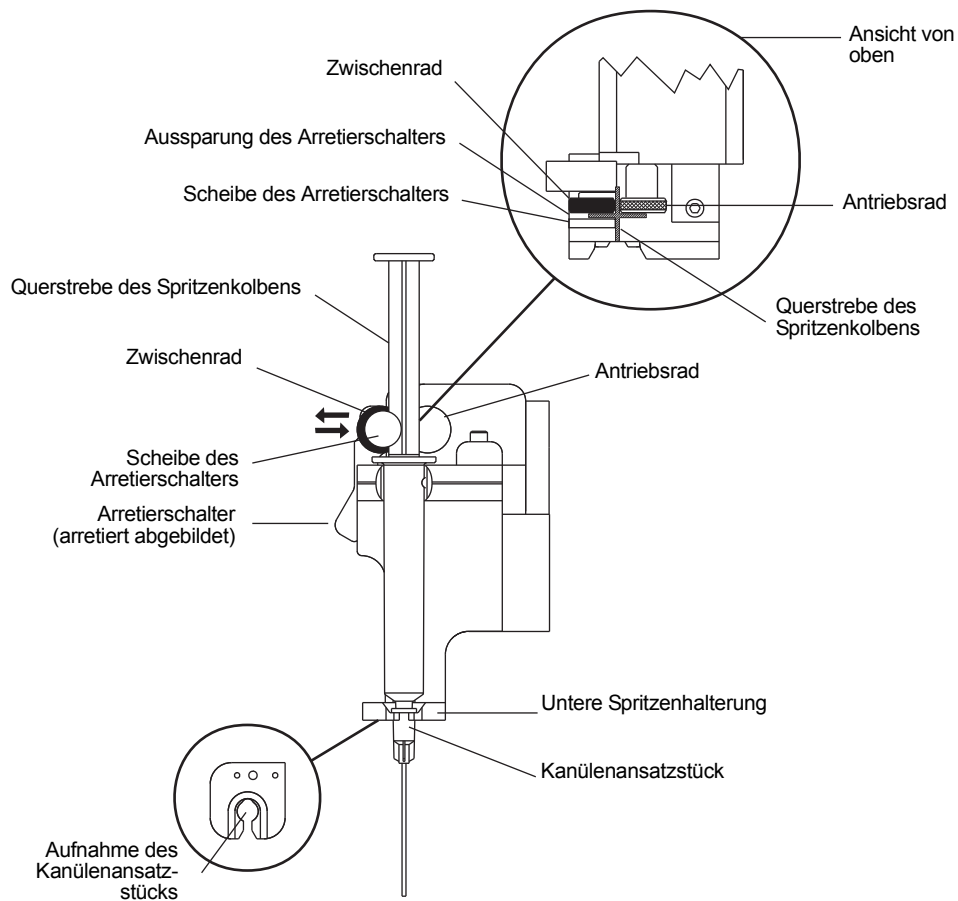

Abbildung 5-5. Einlegen der Spritze
Warnhinweis: Das Einlegen der Spritze ist sehr wichtig für die erfolgreiche Durchführung eines Tests. Bei nicht ordnungsgemäßem Einlegen der Spritze in den Spritzenhalter kann eine uneinheitliche Probenverteilung eintreten. Die Abgabe eines ungenauen Blutvolumens hat direkten Einfluss auf das Testergebnis. Beim Einlegen der Spritze in den Spritzenhalter muss der Spritzenkolben so ausgerichtet werden, dass er vom Antriebssystem erfasst werden kann. Der Arretierschalter (wenn arretiert) greift während der Pipettierung in das Antriebsrad (siehe Abbildung 5-5).
3. Legen Sie die Spritze und die Kanüle in den Spender des HMS Plus ein und drücken Sie die Taste *Start/Stop*, um den Test zu starten (siehe Abbildung 5-5 auf Seite 5-10).